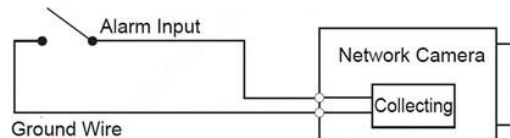

Figure 1-2. Entrée d'alarme
1. Connectez l'entrée d'alarme de l'appareil à l'entrée d'alarme du port E/S, voir la figure 1-2.